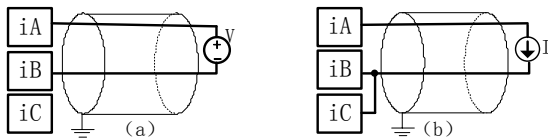

图 4-2-12 电压型和电流型有源输入接线方法
(3) 电压/电流输入：AI 前端支持电压和电流兼容输入。电压和电流型输入可以同时接入不同通道的 AI 前端。在接入电压信号时，电压信号的正极接 iA 端子，负极接 iB 端子。如图 4-2-12 (a) 所示。在接入电流信号时，电流信号的正极接 iA 端子，负极接 iB 和 iC 端子。如图 4-2-12 (b) 所示。